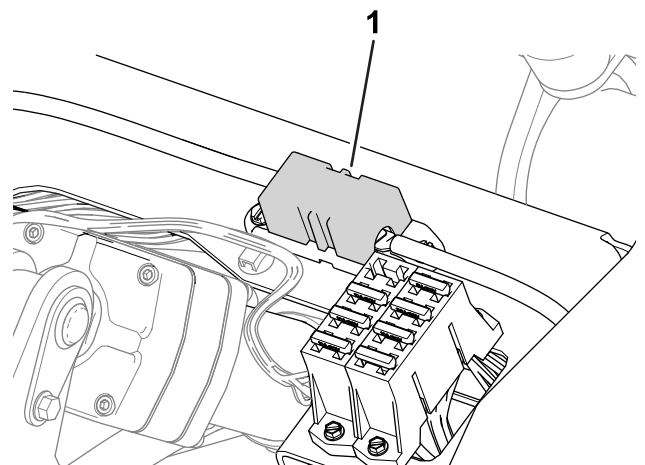

Figura 43
- Los fusibles del motor de rueda derecha (60 A) están situados debajo del asiento (Figura 43).